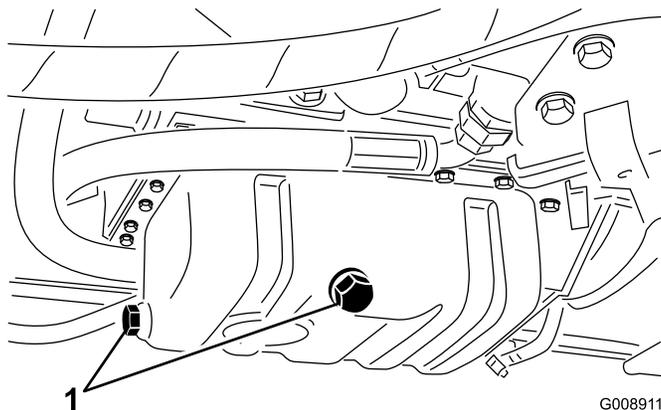

Figure 50
- Retirez le bouchon de vidange (Figure 50) et laissez couler l'huile dans un bac de vidange.